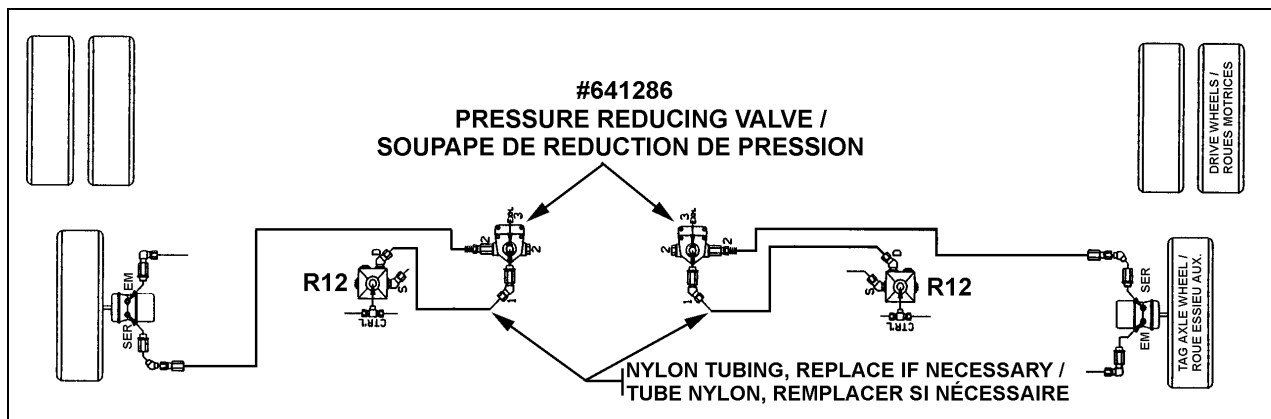
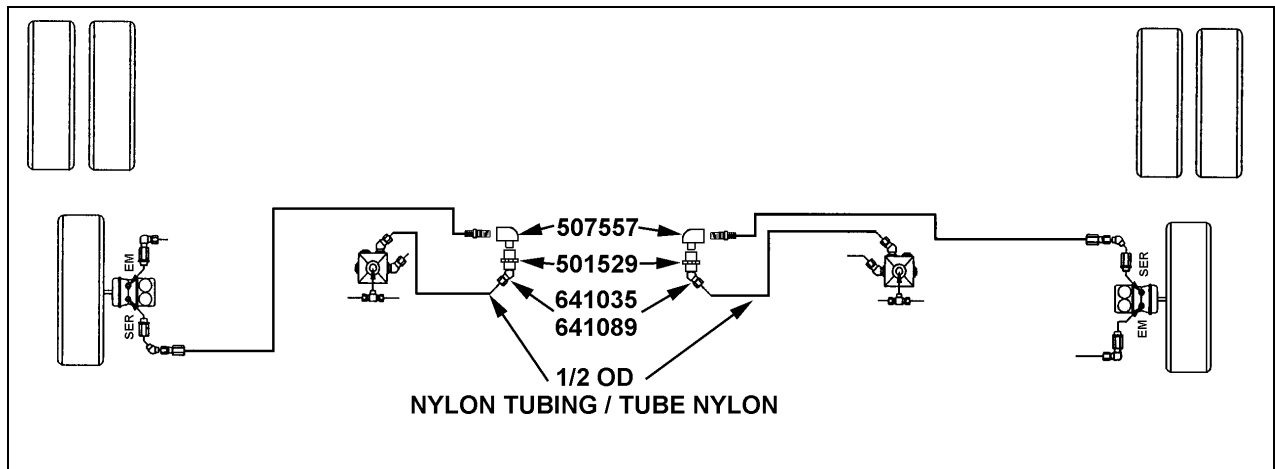

FIGURE 1 : LOCALISATION DES SOUPAPES DE RÉDUCTION DE PRESSION DE L'ESSIEU AUXILIAIRE
FIGURE 2 : ASSEMBLAGE DES RACCORDS
2. Sous le véhicule, localiser les deux soupapes de réduction de pression de l'essieu auxiliaire (figure 1).
4. Effectuer le montage des deux assemblages de raccords en utilisant les pièces #507557, #501529, #641089. Utiliser un scellant du type Loctite 567 sur les filets de type NPT (pipe thread)(figure 2).
5. Si nécessaire, retirer et remplacer les 2 tubes de nylon 1/2 noirs reliant les soupapes et les valves relais R12 (figure 1) par deux sections de tube 1/2 noir que vous aurez préalablement coupé à longueur désirée. Utiliser les nouvelles bagues #641035 (figure 2).